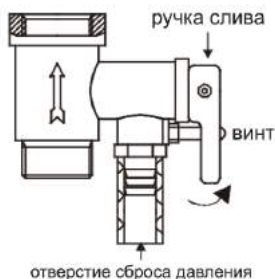

Рисунок 5
4. На входной патрубок, обозначенный голубым цветом и стрелкой направления течения воды, накрутите предохранительный клапан так, чтобы течение воды совпадало с направлением стрелки на корпусе клапана. На отверстие сброса давления предохранительного клапана (см. рисунок 5) оденьте дренажную
6. Если не предусмотрен сливной кран-тройник (см. «Подключение к водопроводной магистрали»), воду можно слить через комбинированный предохранительный клапан: открутить винт ручки слива предохранительного клапана и перевести ручку слива в верхнее положение, при этом кран выхода горячей воды должен быть открыт, а кран подачи холодной воды в водонагреватель должен быть перекрыт (см. рисунок 5). Из отверстия сброса давления предохранительного клапана потечет вода.